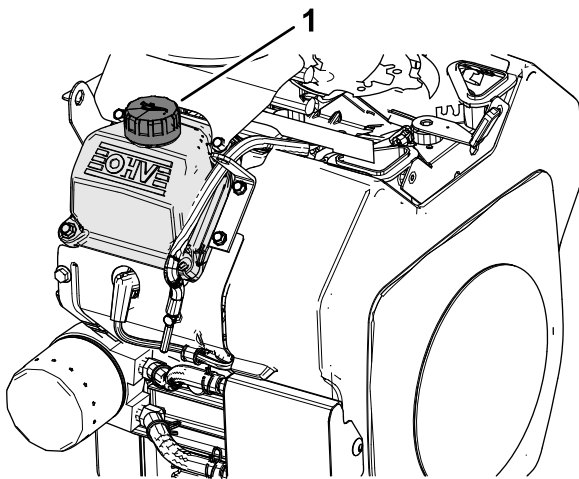

Bild 32
6. Füllen Sie langsam etwa 80 % der Menge des angegebenen Öls in den Einfüllstutzen (**Bild 32**)